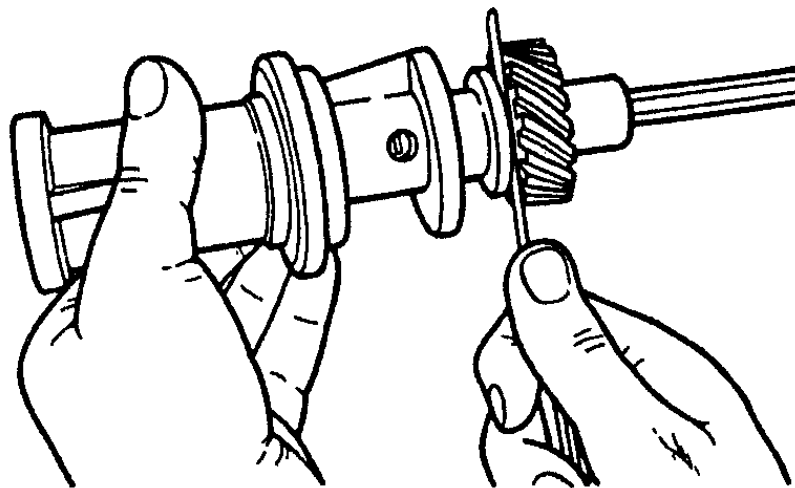

Рис.75. Проверка осевого зазора в приводе масляного насоса
4. Проверить лёгкость вращения валика от руки. Проверить щупом зазор между упорной шайбой и торцом шестерни привода (рис.75), который должен быть 0,15...0,40 мм.